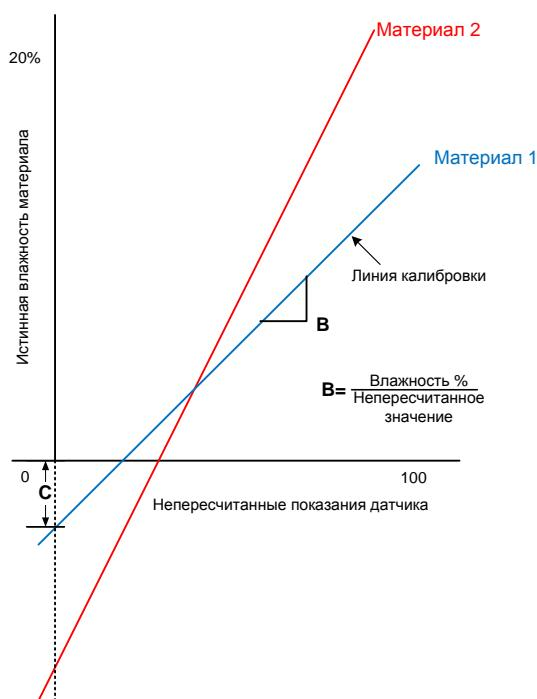

Рис. 34: Калибровка для двух различных материалов
Соотношение между изменением содержания влаги в % и изменением непересчитанного значения отличается для двух разных материалов, как показано на Рис. 34. Это происходит вследствие того, что каждый материал имеет собственные уникальные электрические характеристики. Калибровка — это процесс сопоставления непересчитанных показаний датчика со значениями, которые представляют собой процентное содержание влаги в материале.
Уравнение калибровочной линии определяется градиентом (B) и смещением (C), см. Рис. 34. Эти значения называются калибровочными коэффициентами.